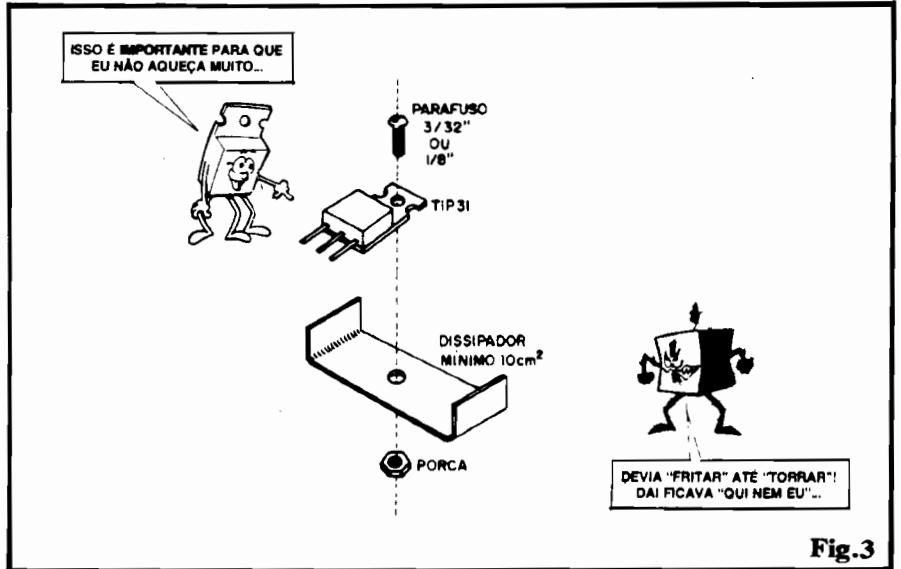

Fig.3
- FIG. 5 - Sugestão para "encaixamento" da MP-25... Obviamente que o lay out sugerido refere-se a uma utilização "independente" do CONTROLADOR DE TENSÃO, como um módulo autônomo versátil e bastante prático... Basta fixar o circuito no interior do container (não esquecer de acoplar o dissipador ao TIP31, conforme fig. 3, embora a fig. 4, por razões de "descomplicação visual", não mostre o componente com o tal dissipador...), instalar o potenciômetro em posição frontal, dotando-o do respectivo knob e eventualmente - até de uma escala